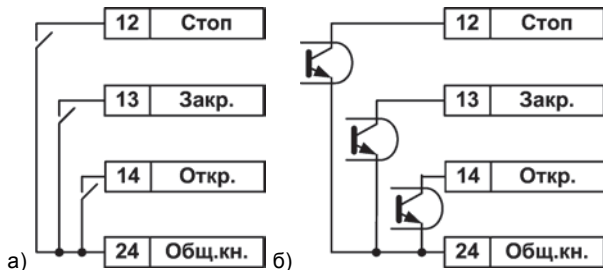

Рисунок 3.2
- контакты внешних кнопок управления (рисунок 3.2, а);
- устройства автоматики, имеющие на выходе транзисторные п-р-п-ключи с открытым коллекторным выходом (рисунок 3.2, б);